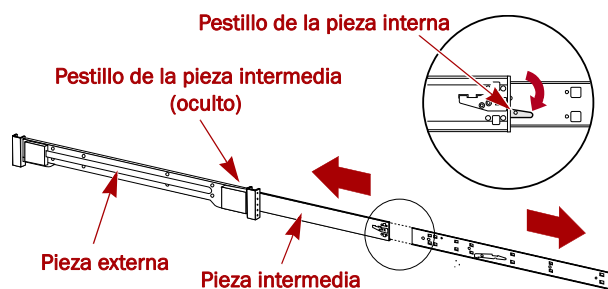

Figura 2. Pestillo de liberación del raíl interno
2. Quite el **raíl interno** (Figura 2) del conjunto de raíles: